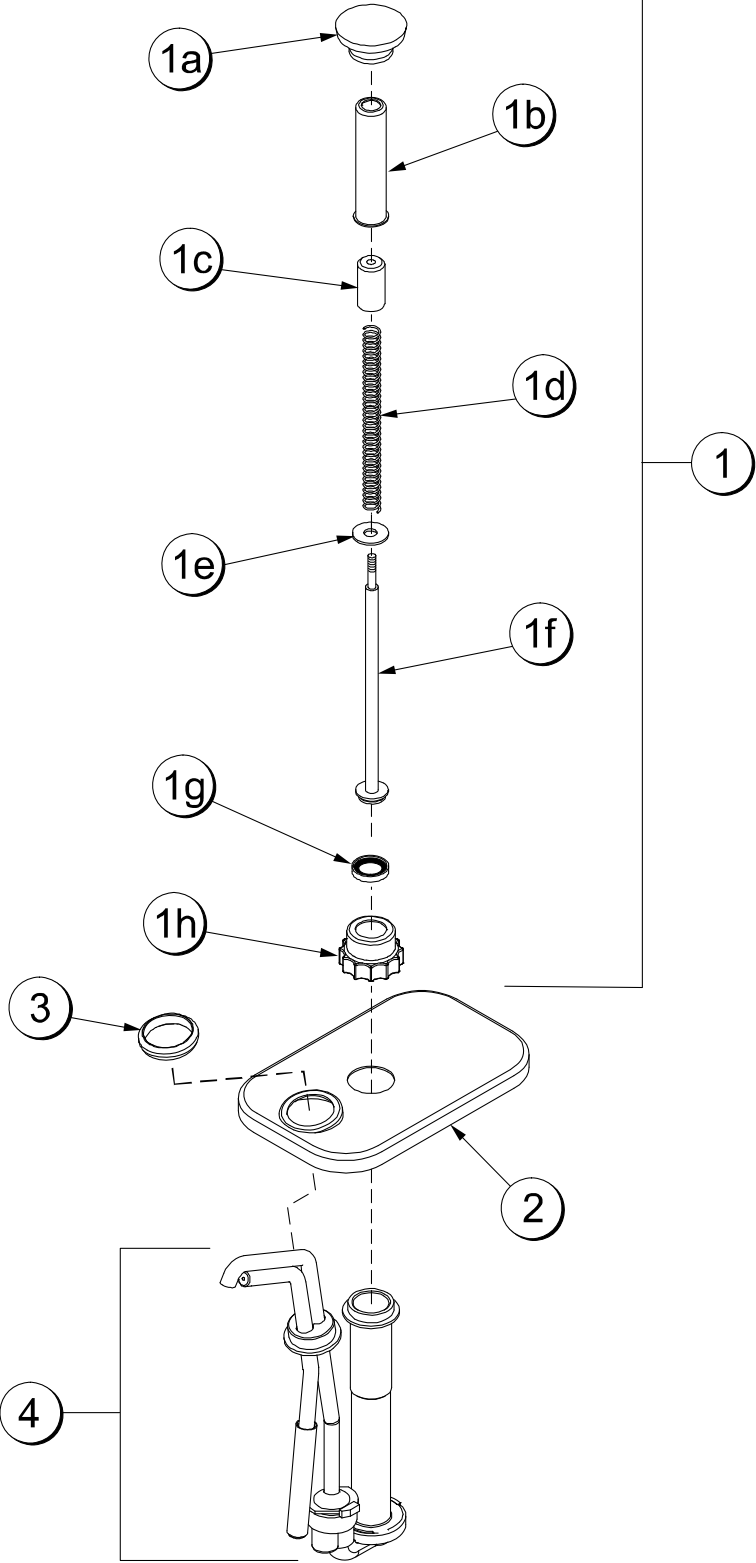

Figura 13
**X53800-Bomba de cobertura MARROM/CASTANHA (Veja a Figura 13)**